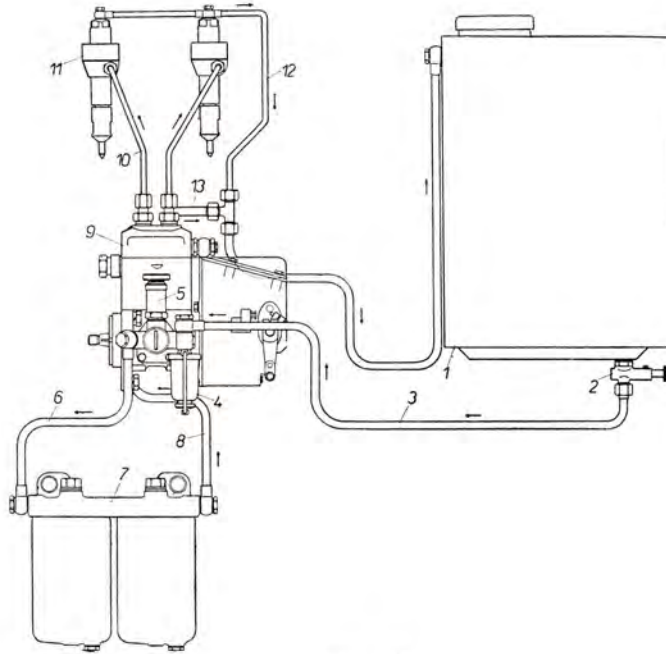

Abb. 20
Aus dem Kraftstoffbehälter (Abb. 20, 21/1) wird der Kraftstoff über den Absperrhahn (2) durch die Rohrleitung (3) über die Filtereinlage (4) zur Förderpumpe (5) geleitet. Von hier wird der Kraftstoff durch das Zuleitungsrohr (6) über den Doppelfilter (7) und durch das Ableitungsrohr (8) in die Einspritzpumpe (9) gefördert. Aus der Einspritzpumpe wird der Kraftstoff durch die Einspritzrohre (10) in die Einspritzventile (11) gepresst. Überschüssiger Kraftstoff wird von den Einspritzventilen durch die Abflussleitung
(12) und aus der Einspritzpumpe durch das Ableitungsrohr (13) zurück in den Behälter geleitet.
3. Das Kraftstoff-Zuleitungsrohr (Abb. 20/3) vom Behälter zur Förderpumpe ist abzulösen.
4. Das Rohr (Abb. 20/6) von der Förderpumpe zum Doppelfilter und das Zuleitungsrohr vom Doppelfilter zur Pumpe sind zu lösen.